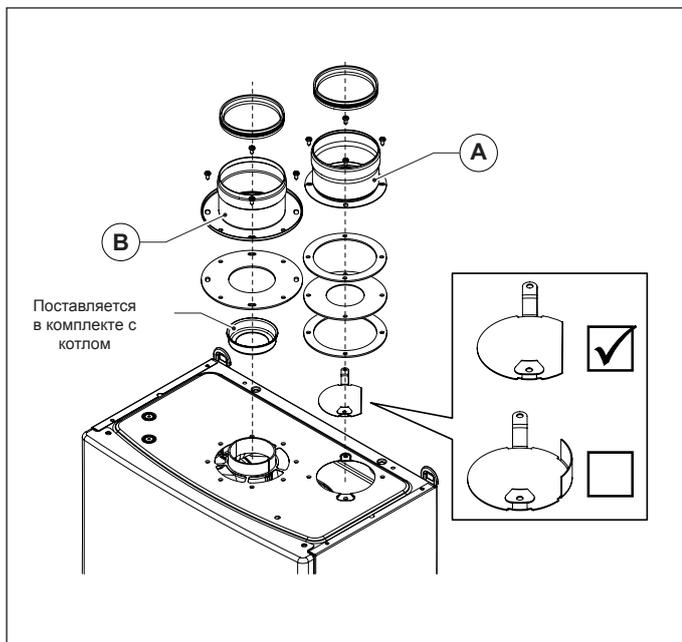

Рис. 8 OSDOPPIA13
- Смонтируйте соответствующий дефлектор воздуха (смотрите Рис. 8 OSDOPPIA13).
- Смонтируйте соответствующий дефлектор воздуха (смотри Рис. 8 OSDOPPIA13).